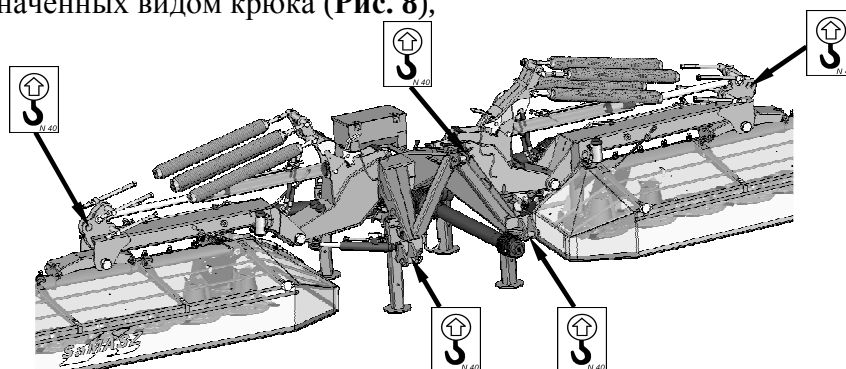

Рис. 8. Точки для транспорта
- ❑ Следует схватывать поднимающими устройствами исключительно в местах, указанных на машине и обозначенных видом крюка (Рис. 8),